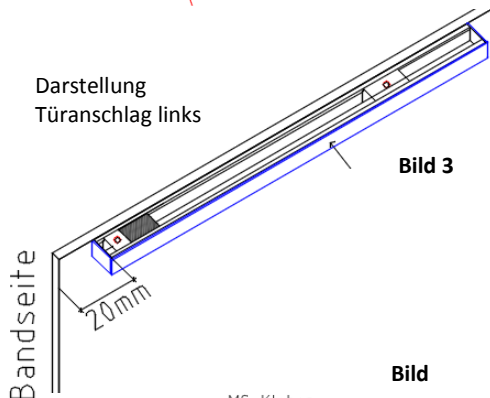
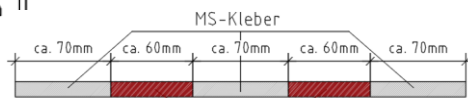

Bild 3
Bild 4
- Bei Ausführung auf Rahmenstock oder Kontext46, verwenden sie die Befestigungsschrauben (L).
- Die Gleitschiene (C) wird mittels des mitgelieferten doppelseitigen Klebebands (F) sowie dem MS-Hybrid Alleskleber (F1) befestigt. Anbringung bündig mit der Oberkante des Glasürblatts und 20mm von der Bandseite ausgehend. (sh. Bild 3) Für die Anfangshaftung verwenden sie 2 Streifen doppelseitiges Klebeband (ca. 60mm), angebracht ca. 70mm von den Aussenseiten entfernt (sh. Bild 4). Für die dauerhafte Haltbarkeit, wird die weitere Fläche der Schiene mit MS-Hybrid Alleskleber beklebt. Die Aushärtung benötigt ca. 24 Stunden, in dieser Zeit wird empfohlen den Hebel nicht einzuhängen oder das Türblatt nicht weiter als 60° zu öffnen.